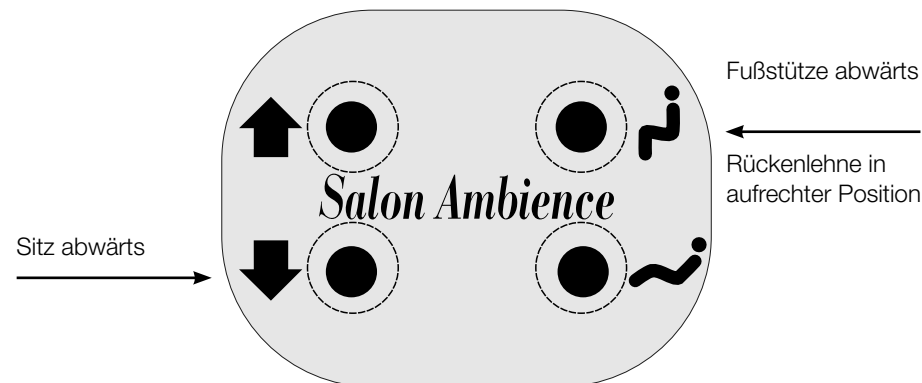

Abbildung 3 Sitz und Fußstütze herunterfahren
- 8_ Bringen Sie den Stuhl und die Fußstütze in die unterste Position unter Verwendung der entsprechenden Drucktaste wie in Abbildung 3 gezeigt. Jede Taste muss gehalten werden, um die Abwärtsbewegung zu beginnen. Um die Abwärtsbewegung zu beenden, die Drucktaste loslassen.